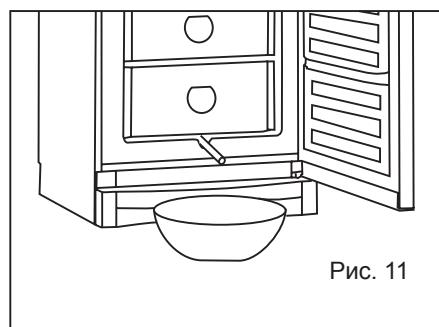

Рис. 11
- Вытащите сливную трубку из нижней части внутреннего шкафа морозилки и поставьте под неё тазик сбора талой воды (см. рис.11). Если трубка примёрзла, накройте её на несколько минут смоченной в горячей воде тряпкой.